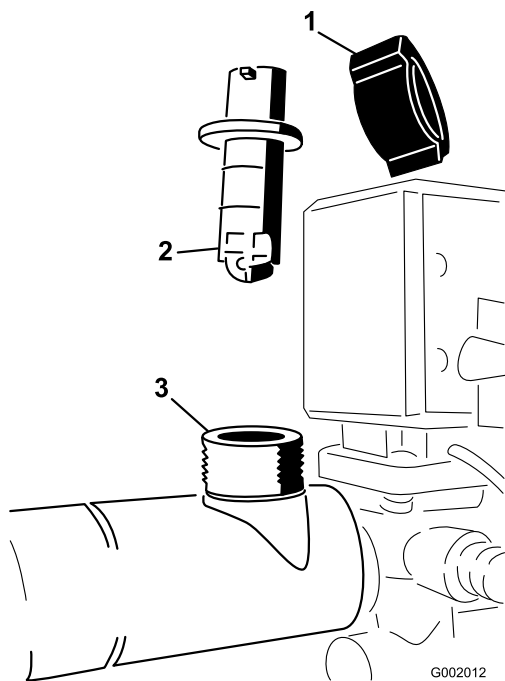

図 74
2. フローメータのボディーについているリテーナ・キャップを取る(図 74)。